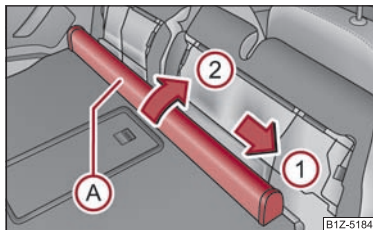

Fig. 64 Asientos traseros: Caja de la red divisoria
- Desplazar la caja de la red de separación **A** ⇒ fig. 64 en sentido de la flecha **1** y sacarla del alojamiento del asiento posterior en sentido de la flecha **2**. ▶